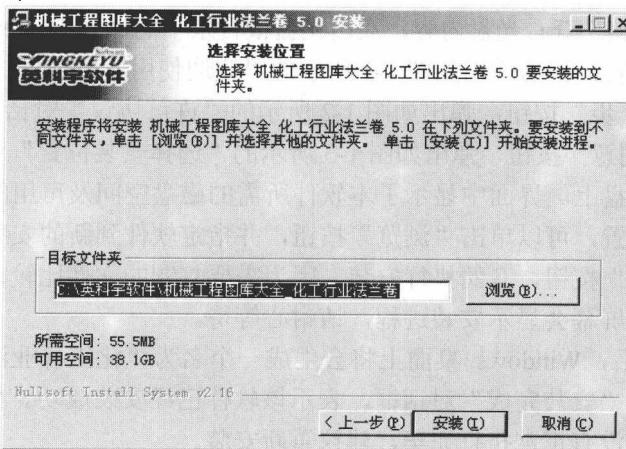

图 1-3 “选择安装位置”对话框
(3) 单击“我同意”按钮，弹出如图 1-3 所示的“选择安装位置”对话框，要求用户确定软件安装在哪一个盘上。界面中显示了本软件所需的磁盘空间及可用的磁盘空间。如果要自定义软件的安装位置，可以单击“浏览”按钮，并指定软件到新的安装位置。当安装位置确定后，单击“安装”按钮，开始执行安装。因为需要复制的文件比较多，所以需要一些时间，在这个过程中，屏幕会显示安装进程，请耐心等待。